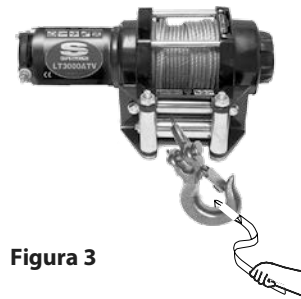

Figura 3
8. MANTÉNGASE ALEJADO DEL CABLE TENSIONADO Y EL GANCHO. Nunca ponga los dedos en el gancho ya que podría perderlos si le queda la mano atrapada. USE SIEMPRE UN GUIADOR EXTERNO DEL CABLE véase Figura 3 .